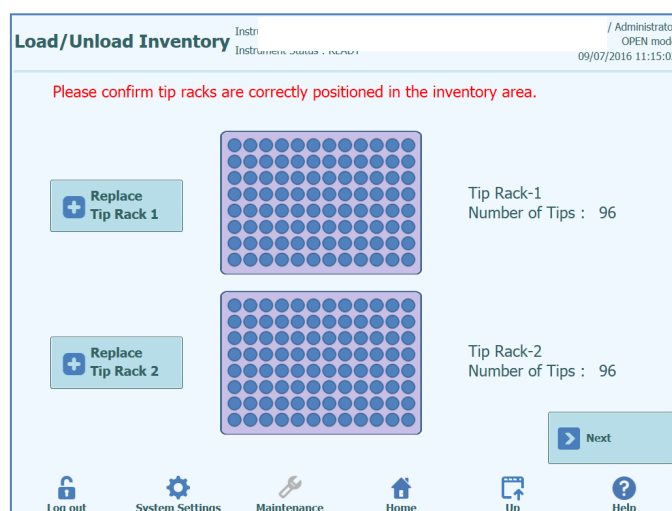

Figura 6. La pantalla «Load/Unload Inventory» (Cargar/descargar inventario) confirma la colocación del rack de puntas
6). Aparece la pantalla «Load/Unload Inventory» (Cargar/Descargar inventario) para cargar el rack de puntas (figura 6).